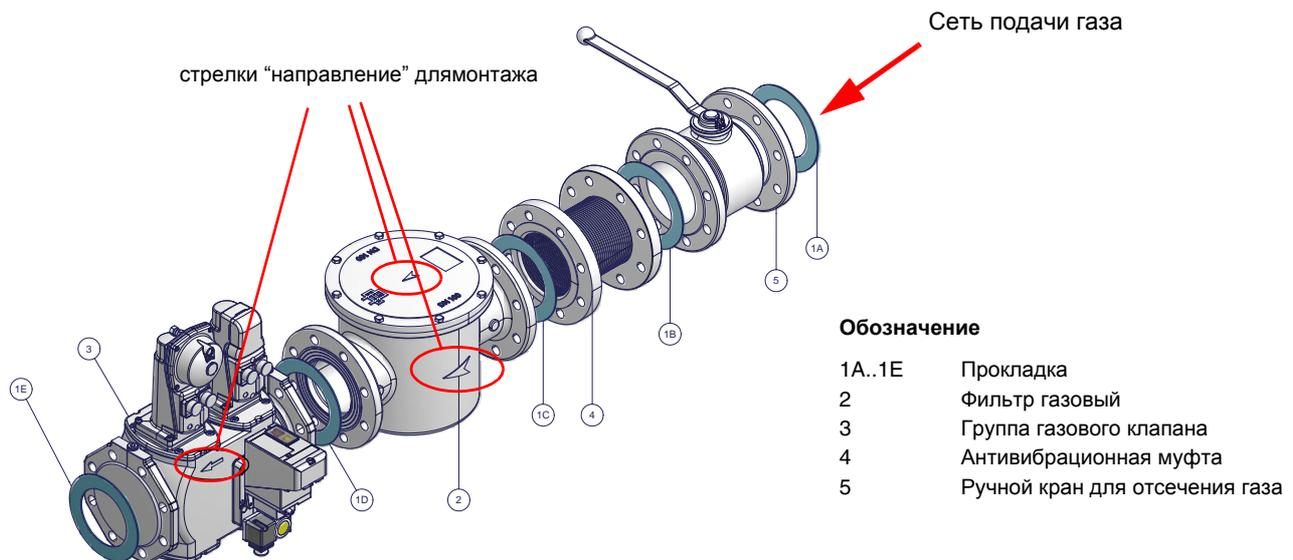

Рис. 3 - Пример газовой рамы
- 1 - б) при фланцевых соединениях: между соседними компонентами устанавливать прокладку (1A..1E - Рис. 3), совместимую с используемым газом,
ВНИМАНИЕ: после монтажа газовой рамы согласно схеме на Рис. 3, необходимо провести тестирование на герметичность газового контура, согласно требований действующих нормативов.